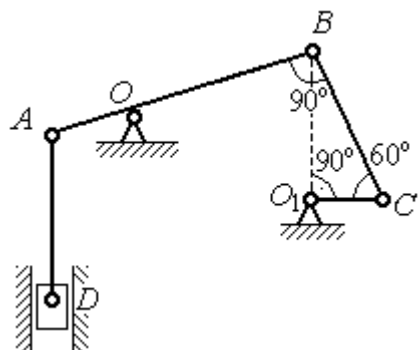

Рис. 2.13. Приводной механизм насоса
**Задача 27.** Приводной механизм насоса находится в положении, показанном на рис. 2.13. Кривошип  $O_1C$  вращается с постоянной угловой скоростью